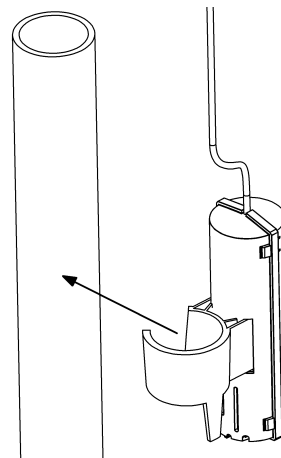

Figura 1
- 3) Instale el sensor sobre el tubo de descarga de su bomba de sumidero como se muestra en la **Figura 1**.